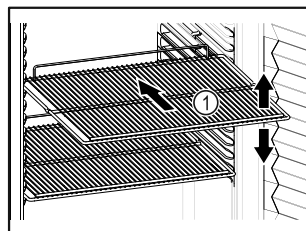

Fig. 55
- Jeśli ruszty do składowania Fig. 55 (1) są ruchome, należy je ustawić odpowiednio do wysokości.